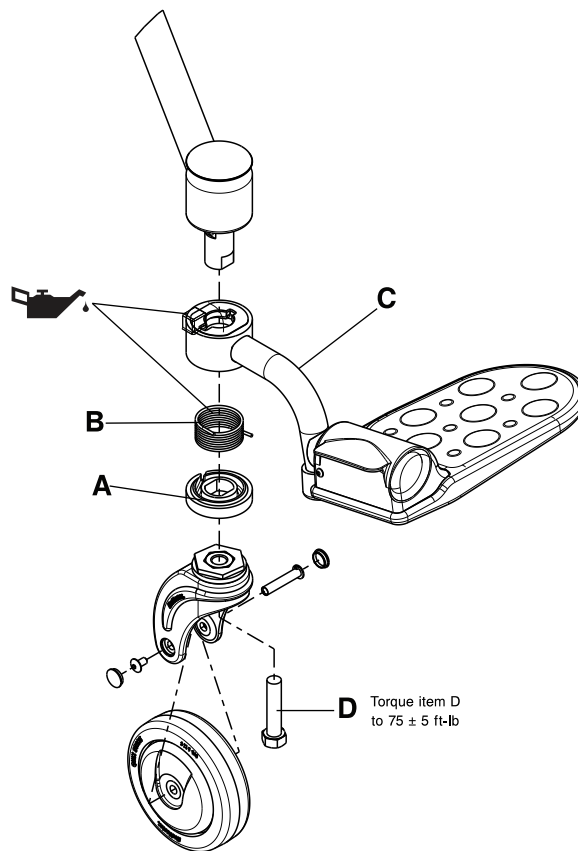

Figura 4-27: Sustitución del reposapiés oscilante
4. Sujete y tire hacia abajo para retirar el soporte inferior del resorte del reposapiés (A). Deseche el soporte inferior del resorte del reposapiés.
5. Retire y deseche el resorte de torsión del reposapiés (B).
7. Gire y tire hacia abajo para retirar el conjunto del reposapiés oscilante (C). Deseche el conjunto.
8. Aplique lubricante Syntec (3000-200-719) a las áreas aplicables (Figura 4-27 de la página 4-44).
9. Siga los pasos 3-8 a la inversa para instalar el conjunto del reposapiés oscilante suministrado. Con una llave dinamométrica de 3/8 in, apriete el perno de la horquilla de la rueda pequeña (D) a  $75 \pm 5$  ft-lb ( $102 \pm 7$  Nm) antes de instalar la rueda pequeña en la horquilla.